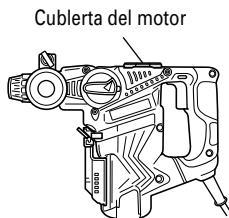

Fig. 32
- (1) Desmonte la cubierta del compartimiento del cigüeñal y límpie a fondo la grasa anterior que se encuentre en el mismo. (Fig. 32)
- (2) Aplique 30 gr de grasa A para martillos eléctricos Hitachi (accesorio estándar, en formato tubo) al compartimiento del cigüeñal.
- (3) Una vez cambiada la grasa, vuelva a montar firmemente la cubierta del compartimiento del cigüeñal. Tenga cuidado de no dañar ni perder el precinto del aceite.